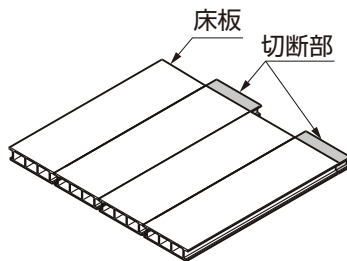

図4-2 床板長さの注意
- 床材は、温度変化による伸縮により、長さに若干のばらつきがあります。施工前に長さをそろえてから、固定してください。(図4-2参照)